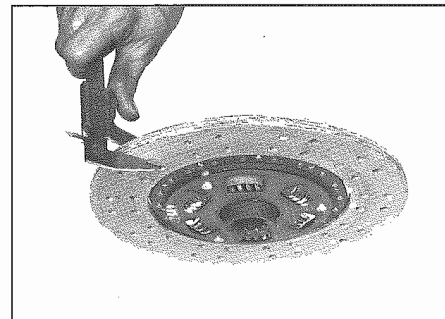

Fig. 9 - Controllo dell'usura del disco frizione
- Controllare l'usura del disco frizione (**Fig. 9**) (vedi pag. 7-1), l'eventuale presenza di incrinature ed il perfetto fissaggio degli elementi elastici del parastrappi.
- Check clutch disc wear (**Fig. 9**) (see page 7-1), check for possible scratches and the correct fixing of flexible coupling.